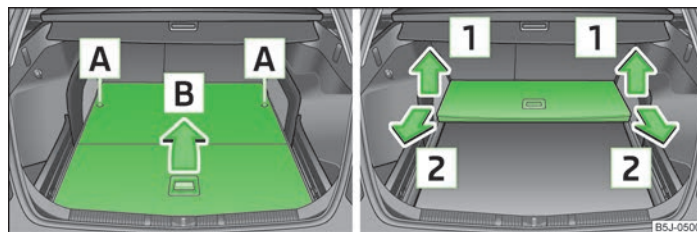

Fig. 51 Plierea/Extragerea suprafeței de încărcare variabile
- > Deblocați podeaua variabilă prin rotirea inelului de siguranță **A** înspre stânga, cu aprox. 180° » fig. 51.
- > Pliati podeaua variabilă în sensul săgeții **1** » fig. 51 și extrageți-o prin tragere în sensul săgeții **2** » fig. 51.